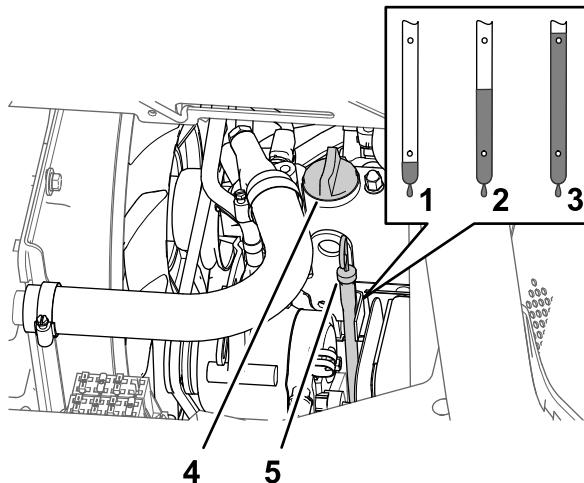

Figure 112
5. Retirez le bouchon de remplissage d'huile du goulot de remplissage sur le couvre-culasse (Figure 112) et versez avec précaution environ 80 % de la quantité d'huile spécifiée dans le goulot de remplissage.
6. Sortez la jauge et vérifiez le niveau d'huile dans le carter moteur (Figure 112).
7. Faites l'appoint d'huile spécifiée avec précaution pour faire monter le niveau jusqu'au repère maximum sur la jauge (Figure 112).
8. Remettez le bouchon de remplissage d'huile dans le goulot de remplissage et la jauge dans son tube (Figure 112).